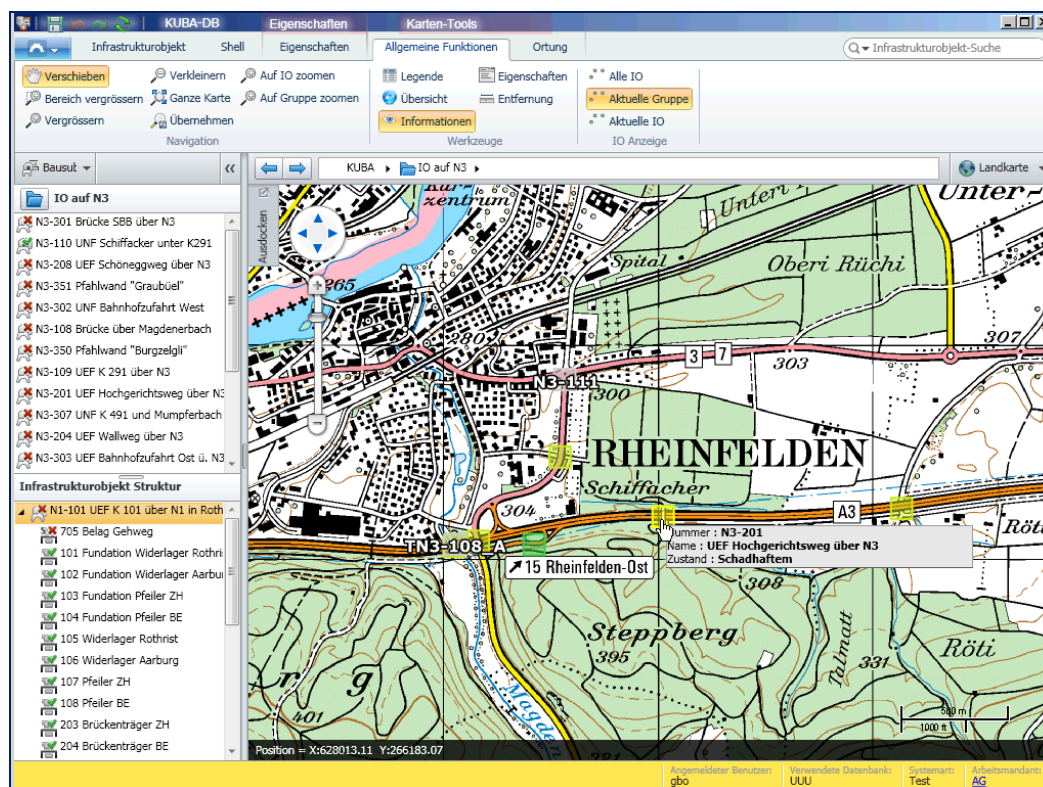

Abb. 3.2 Ansicht Landkarte.
3. Wählen Sie die gewünschte IO-Anzeige-Option (Alle IO, Aktuelle Gruppe oder Aktuelles IO). Die entsprechenden Infrastrukturobjekte werden angezeigt (Vgl. Abb. 3.2, S. 49).